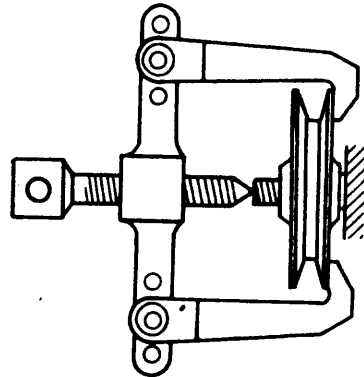

Fig. 2
- ___ f Retire la polea con el extractor (fig. 2) y saque la chaveta.